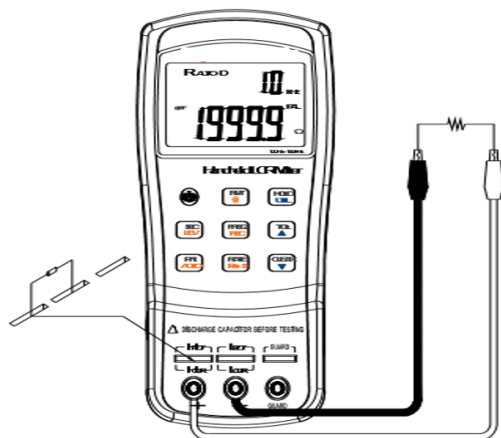

Рисунок 16 - Измерение сопротивления
3. Вставьте резистор в испытательные слоты или подключите резистор с помощью соответствующего испытательного аксессуара см. рисунок 16 ниже. На рисунке 14 показаны дополнительные 4-проводные тестовые аксессуары.